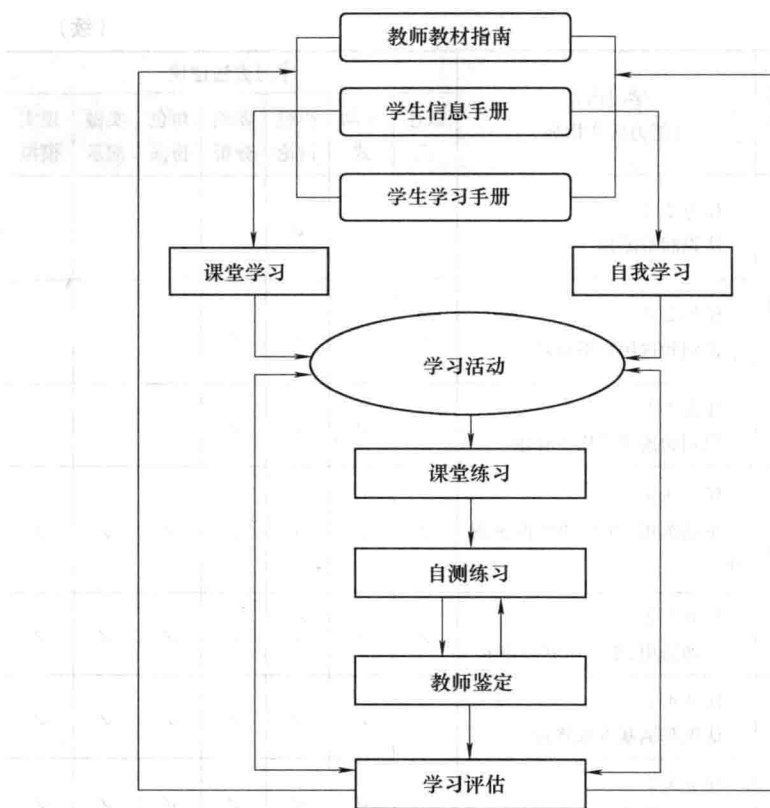

图 0-1 教学步骤
(2) 学习步骤 学生学习可以按照学习材料在课堂学习(包括实训场地),也可以根据自己具备的基本能力,按照学习材料自己制订学习计划进行学习。其教学(学习)步骤如图 0-1 所示。